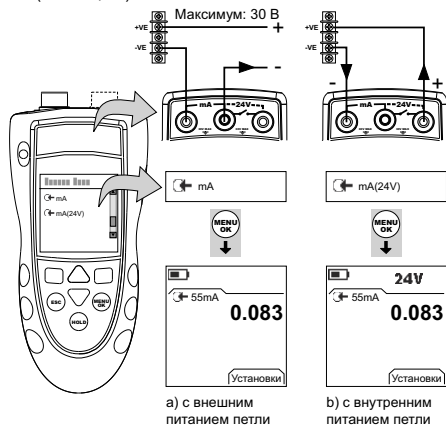

Рисунок 7: Пример конфигурации. Измерение мА
1. Подключите прибор (Рисунок 7) и при необходимости отрегулируйте Set Up (Настройка) (Таблица 1).
- Только DPI802/802P. Подключите прибор к оборудованию калибровки (Рисунок 7).